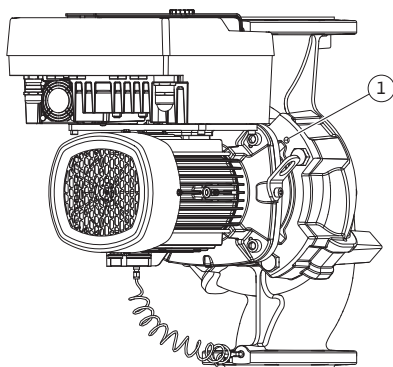
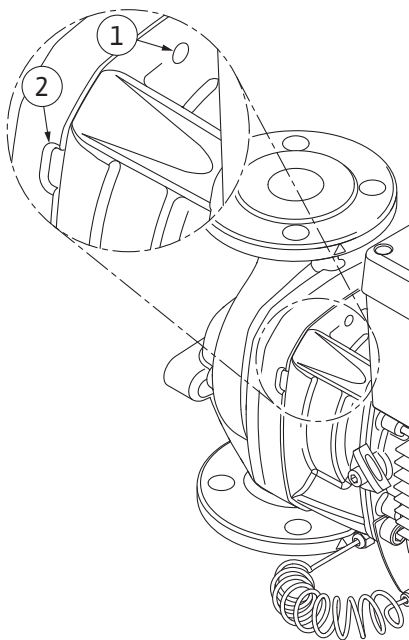

Fig. 104: Insteekset er via draadboringen af-drukken
Fig. 105: Draadboringen en spleten om de in-
11. Draai de schroef (Fig. I/III, pos. 10, Fig. II/IV, pos. 29) los die het fixatieplaatje van de verschilddruksensor op zijn plaats houdt. Trek de verschilddruksensor (Fig. I, pos. 8) met het fixatieplaatje naar de zijkant en laat het aan de drukmeetleidingen (Fig. I, pos. 7) hangen. Maak de aansluitkabel van de verschilddruksensor in de elektronikamodule of aan de steekverbinding los en trek de kabel los.
12. Maak voor pomptype (Fig. III, IV) de schroeven pos. 29 los. Gebruik de twee draadboringen (Fig. 104, pos. 1) die ernaast liggen en gebruik geschikte schroeven (niet inbegrepen, bijv. M10 x 25 mm). Druk de insteekset los van het pomphuis. Gebruik voor pomptype (Fig. I en Fig. II) de twee draadboringen M10 (zie Fig. 105) en gebruik geschikte schroeven (niet inbegrepen, bijv. M10 x 20 mm). Voor het losdrukken kunnen ook de spleten (Fig. 105, pos. 2) worden gebruikt. Plaats daarvoor bijvoorbeeld twee schroevendraaiers en gebruik ze als hefboom. Na ca. 15 mm afdrukweg wordt de insteekset niet meer in het pomphuis geleid.